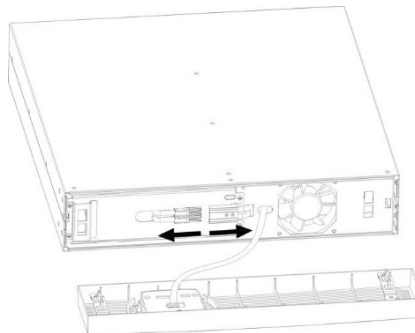

Abbildung 22: Trennen der Batterie-Steckverbindung
2. Trennen Sie die Batterie-Steckverbindung (siehe Abbildung 22).